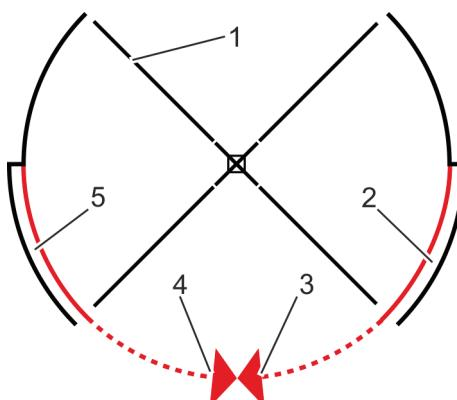

Рис. 42 Блокировка сегментов ночной экрана (четыре створки)
Войти в карусельную дверь (рис. 42) и повернуть створки (рис. 42/1) вручную до ночного экрана (рис. 42/3 + 4).
4. Разблокировать сегменты ночного экрана (рис. 42/3+4) в боковых карманах (рис. 42/2 + 5) с помощью квадратного ключа.
5. Выдвинуть сегменты ночного экрана (рис. 42/3 + 4) из боковых карманов (рис. 42/2 + 5) в зону входа до закрытия входа.
6. Заблокировать сегменты ночного экрана (рис. 42/3 + 4) с помощью квадратного ключа.